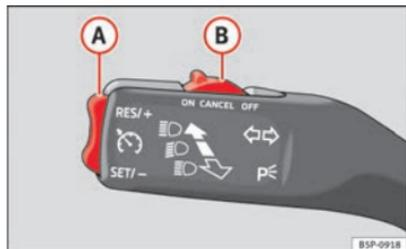

Fig. 148 Palanca de intermitentes y de luz de carretera: mando y tecla basculante para el regulador de velocidad.
- Cuando se haya alcanzado la velocidad que se quiere programar, pulse brevemente la parte inferior de la tecla basculante **SET/-** ⇒ fig. 148 **A** una vez.
- Presione la parte superior de la tecla basculante **RES/+** ⇒ fig. 148 **A** para aumentar la velocidad. El vehículo acelerará mientras mantenga la tecla presionada. Al soltar la tecla quedará memorizada la nueva velocidad.
- Presione la parte inferior de la tecla basculante **SET/-** ⇒ fig. 148 **A** para reducir la velocidad. El vehículo reducirá la velocidad desacelerando automáticamente mientras mantenga la tecla presionada. Al soltar la tecla quedará memorizada la nueva velocidad.
Si se reduce la velocidad programada pisando el pedal del freno, se desactiva el regulador de velocidad. Si quiere activar de nuevo el regulador, basará con presionar una vez la parte superior de la tecla basculante **RES/+** ⇒ fig. 148 **(A)**.